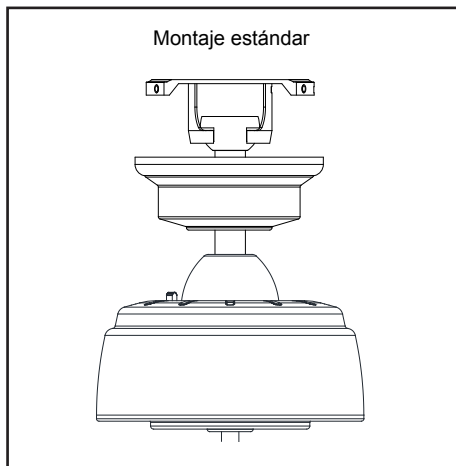

Figura 9
4. Con cuidado alza el conjunto del ventilador hasta el soporte de montaje en el techo. Asegúrate de que la pestaña en el soporte de montaje esté bien asentada dentro de la ranura de la esfera de soporte. (Figura 9)